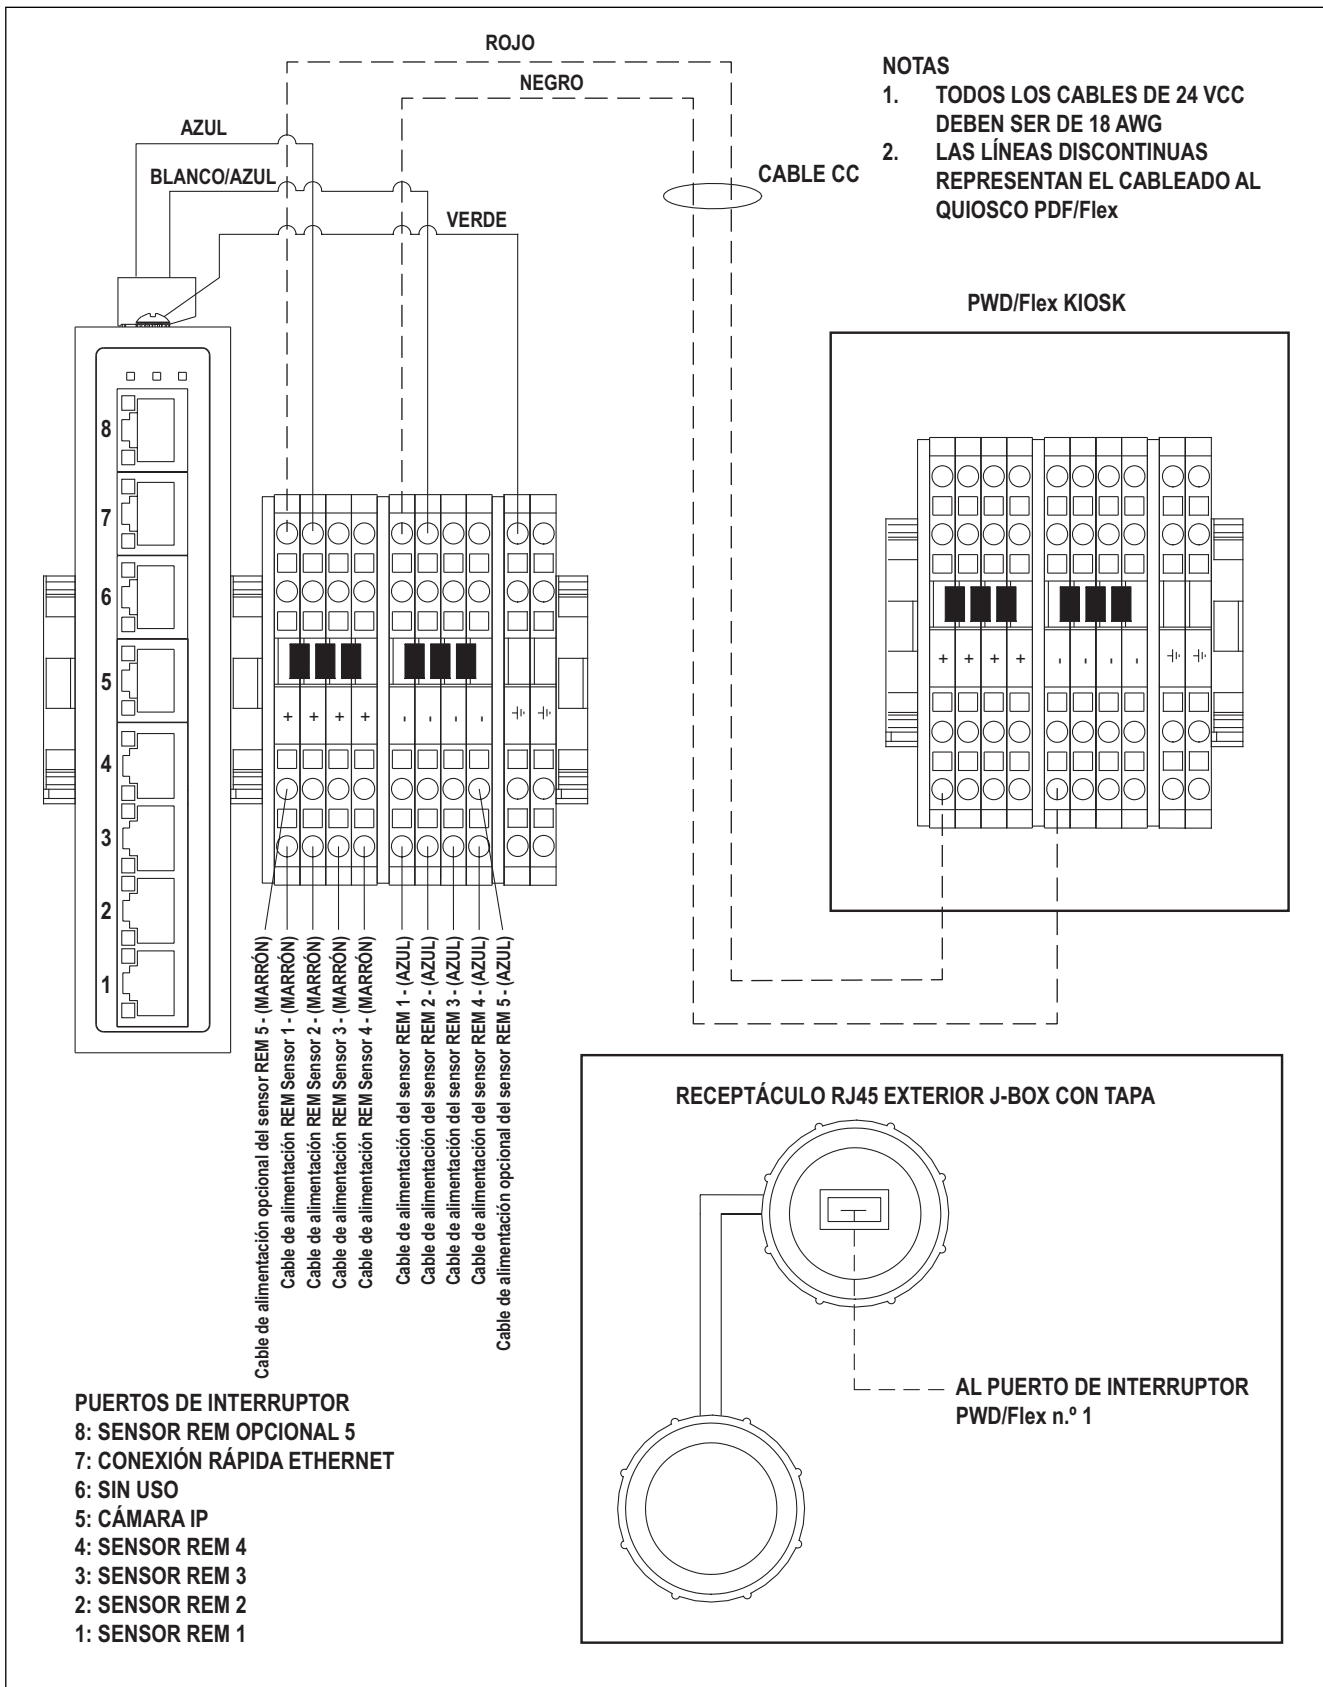

Figura 5-4. Cableado de la J-Box
7. Conecte los cables ethernet del sensor IFM remoto (verde) a los puertos ethernet de la J-Box (Figura 5-4 en la página 26).
9. Conecte los cables de alimentación del sensor IFM remoto al bloque de terminales de la J-Box (Figura 5-4 en la página 26).
3. Cablee la J-Box según Figura 5-4 en la página 26.